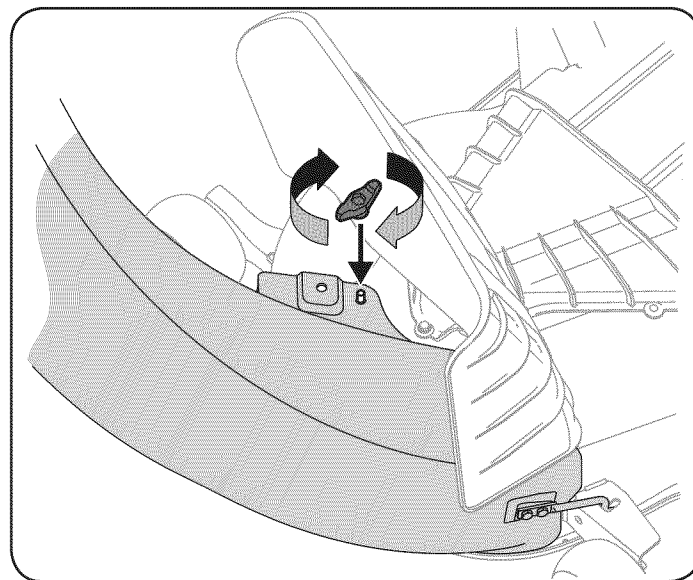

Figura 23
6. Fije el codo del canal de descarga en la plataforma de corte usando una (720-04122) perilla de aletas incluida en el paquete de elementos de ferretería 689-00341. Consulte la Figura 23.